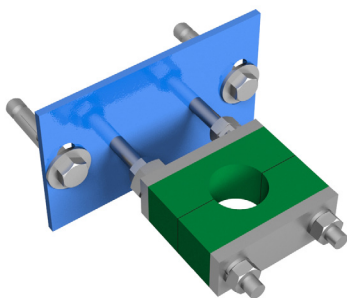

Abb. 12
- Es wird empfohlen alle 1, m einen Wandhalter (Abb. 12) anzubringen.